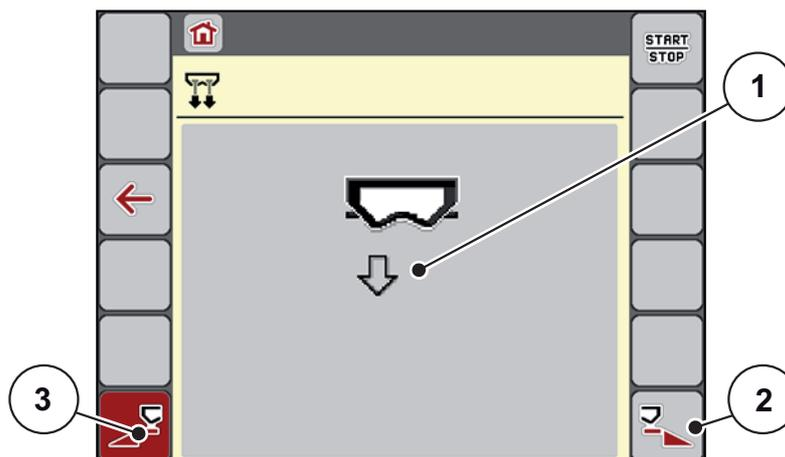

Figura 4.12: Menu Svuoatamento rapido
- ▷ Sul display compare il simbolo della larghezza laterale selezionata (Figura 4.12, posizione [2]).